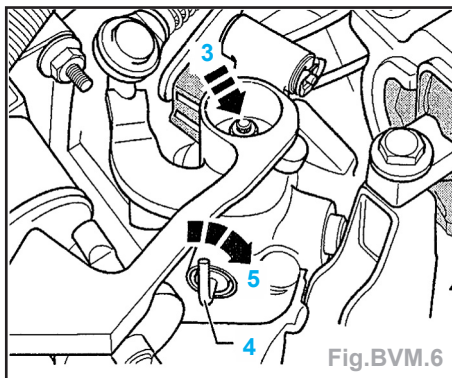

Fig.BVM.6
- (8) Bagues extérieures de roulement
- (9) Roulements à rouleaux coniques
- (10) Couronne de différentiel
- (11) Boîtier de différentiel
- (12) Goupille
- (13) Planétaires
- (14) Satellites
- (15) Axe de satellites
- (16) Rondelles filetées
- (17) Cage
- Pousser l'ensemble commande / sélection comme indiqué par la flèche (3) puis tourner le coude (4) dans le sens horaire (5) jusqu'à ce que le levier de sélection soit bloqué (Fig.BVM.6).